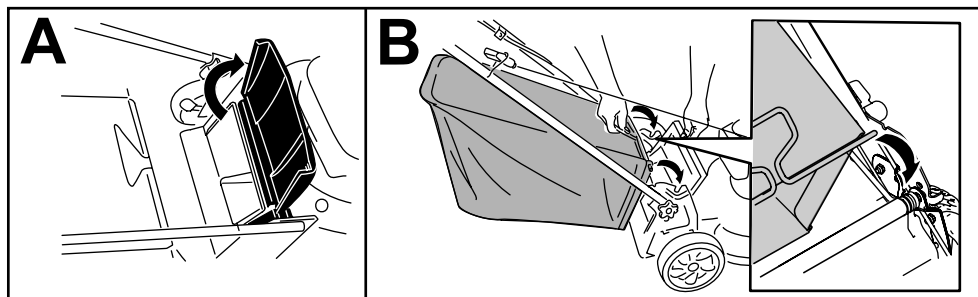

Figure 17
1. Soulevez le déflecteur arrière et maintenez-le dans cette position (A de Figure 17).
2. Installez le bac à herbe en veillant à insérer les ergots dans les crans du guidon (B de Figure 17).